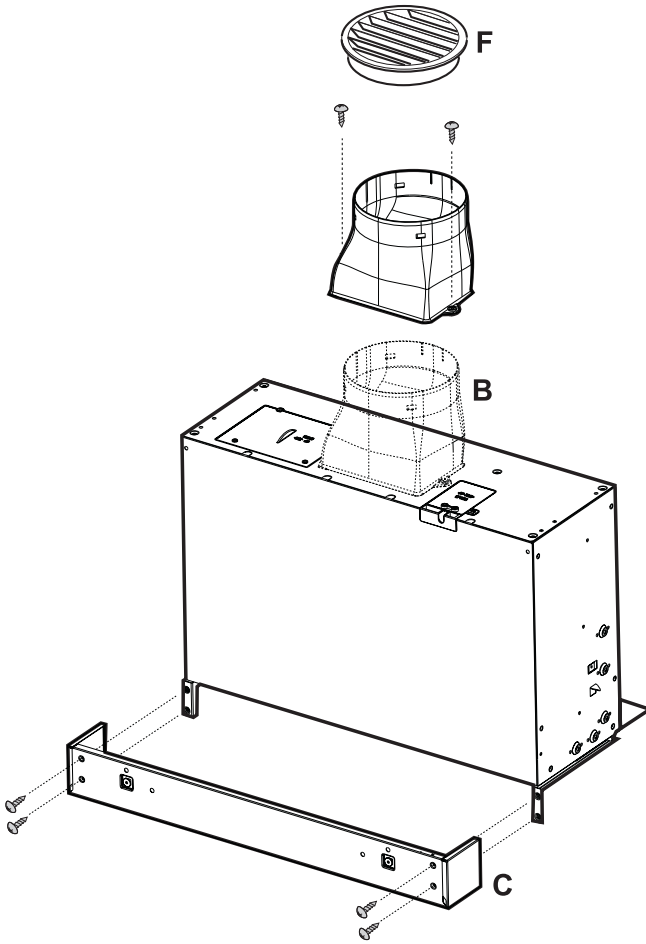

Fig. 2
In diesem Fall werden die Seitenabstandshalter außerhalb des Wandkastens und mit den Bohrungen zur Aufnahme der Befestigungsschrauben des Hängeschanks fluchtend montiert (Abb. 2-A).
1. Messen Sie die Tiefe des Hängeschanks (Tür berücksichtigen). Bis zu einer Tiefe von 315 mm wird die 37 mm-Verkleidung, darüber die 75 mm-Verkleidung montiert. Die Verkleidung **C** wird mit 4 Schrauben an den Bügeln des Wandkastens befestigt. (Abb. 2).
2. Befestigen Sie den Luftabzugsstutzen **B** auf dem Wandkasten. (Abb. 2).
bringen Sie am Stutzen das Umlenklech **F** an (Abb. 2).